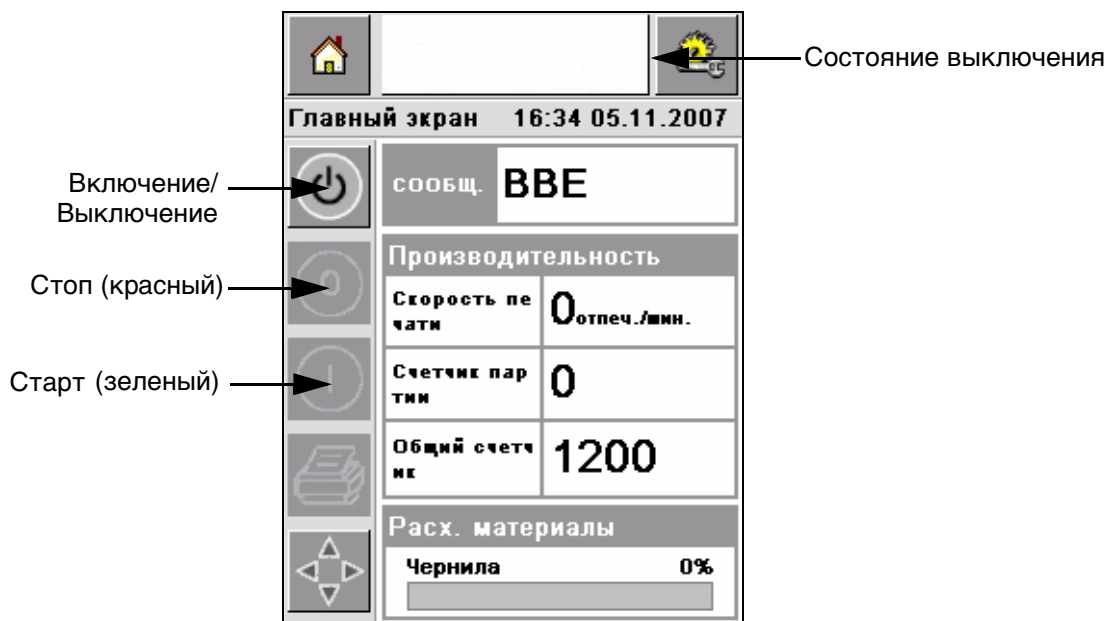

Рисунок 4-3: Главная страница
- 3 После завершения процедур самодиагностики откроется Главная страница CLARiTY® (Рисунок 4-3).
- 5 В состоянии *Выключено (Shutdown)*, кнопки *Стоп* (красная) и *Старт* (зеленая) (Рисунок 4-3) неактивны (серого цвета).